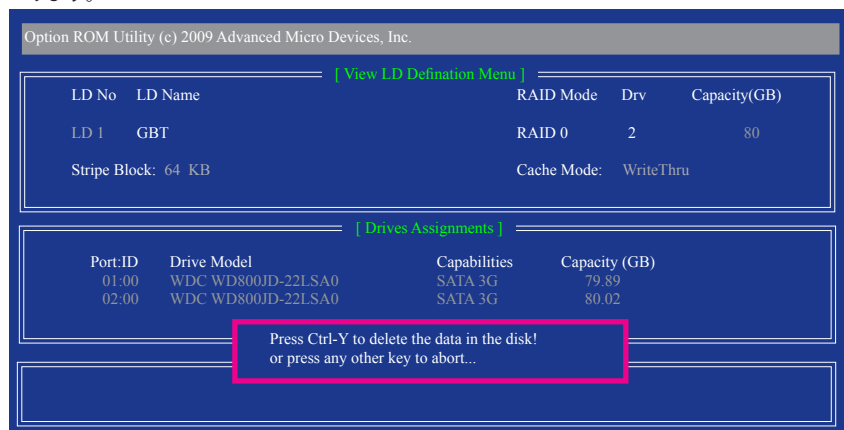

図 10
2. **View LD Definition Menu** が表示され (図10を参照)、このアレイに割り当てられたドライブを示します。中断するアレイまたは保管キーを削除する場合、<Ctrl>+<Y>を押します。